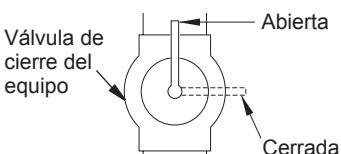

Figura 16 - Válvula de cierre del equipo
1. Cierre la válvula de cierre del equipo (consulte la figura 16).
1. Abra la válvula de cierre del equipo (consulte la figura 16).
3. Cierre la válvula de cierre del equipo (consulte la figura 16, en la página 16).